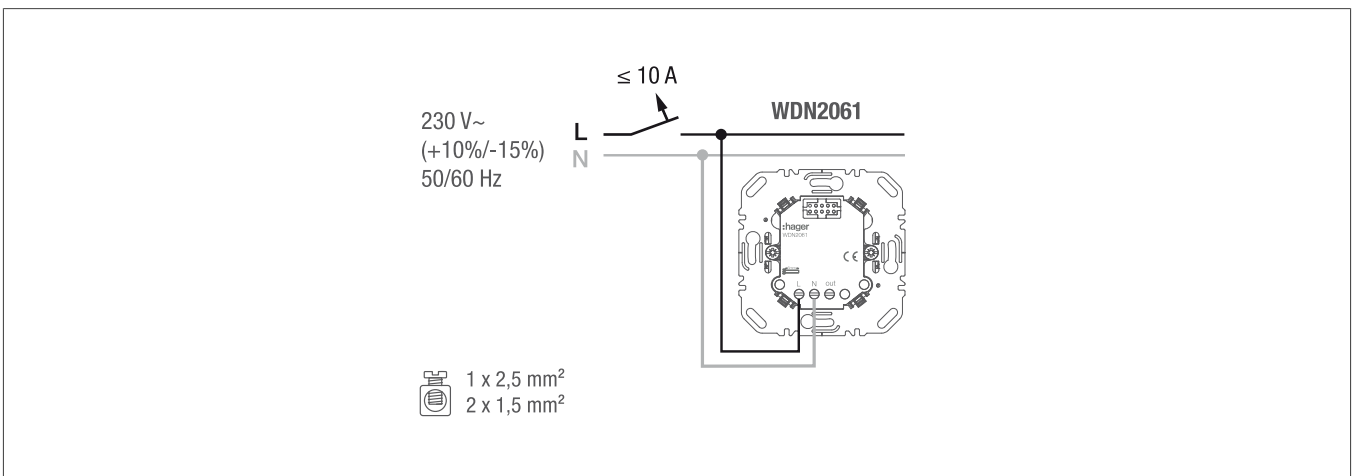

Bild 2: Anschlussbild - Anwendung als Spannungsversorgung für vernetzbaren Aufsatz
① Gerät gemäß Anschlussbild anschließen (Bild 2 oder 3).